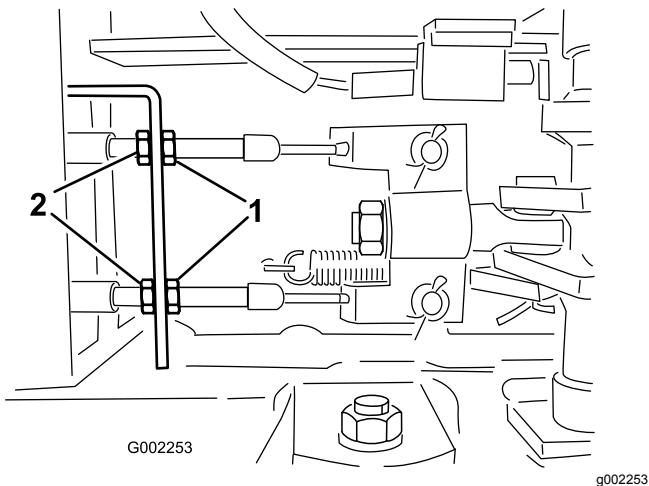

Figura 87
5. Desaperte as porcas dianteiras nos cabos dos travões por baixo da parte dianteira do pulverizador (Figura 87).
6. Aperte as porcas traseiras de forma idêntica até o pedal dos travões se deslocar entre 1 a 2 cm antes de se verificar qualquer resistência (Figura 87).